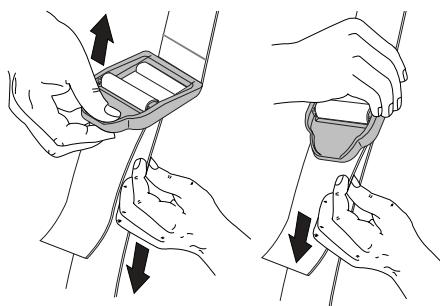

Fig. 6
- Ajuste la longitud de acuerdo a la medida del operador. Tire de la orejeta para alargarlo y tire de la correa para acortarlo (Fig. 6).